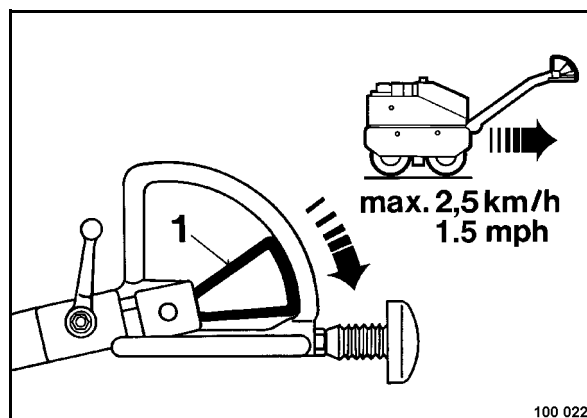

Fig. 39
- Mover la palanca (1) (Fig. 39) poco a poco hacia atrás; la máquina acelera continuamente hacia atrás.